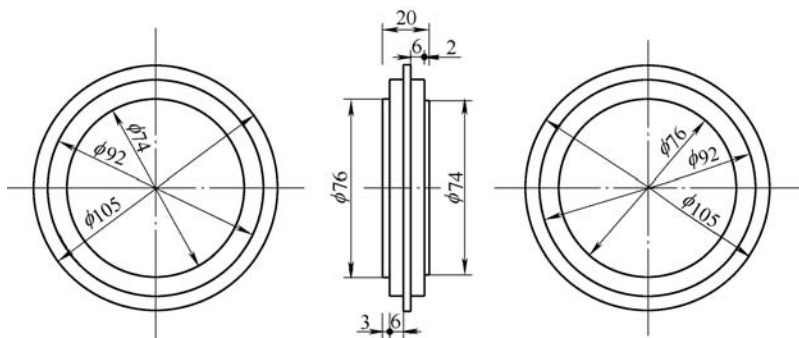

图5 分圈堵板结构示意图
(2) 套切大小圈。设计加工分圈堵板，以 $\phi 74\text{mm}$ 内圆为基准粗切车大外圆至 $\phi 111\text{mm}$ ；待精镗车内圆至 $\phi 76\text{mm}$ 后，以堵板 $\phi 76\text{mm}$ 台阶定位进行分圈切车，小圈外圈至 $\phi 98\text{mm}$ 、大圈内圆至 $\phi 100\text{mm}$ 。分圈堵板结构如图5所示，双面定位台阶用于2次套切加工。